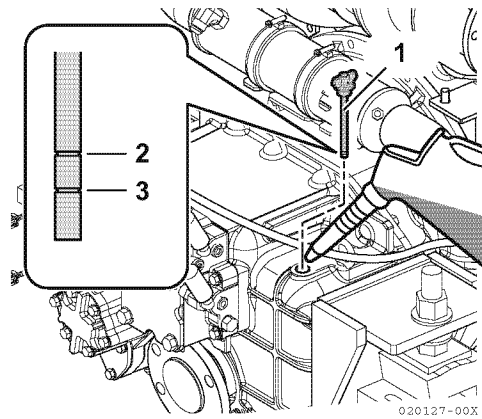

Abbildung 2
- Den Ölmesstab entfernen. Der Ölpegel sollte zwischen der oberen (2, **Abbildung 2**) und der unteren (3, **Abbildung 2**) Markierung am Ölmesstab liegen.